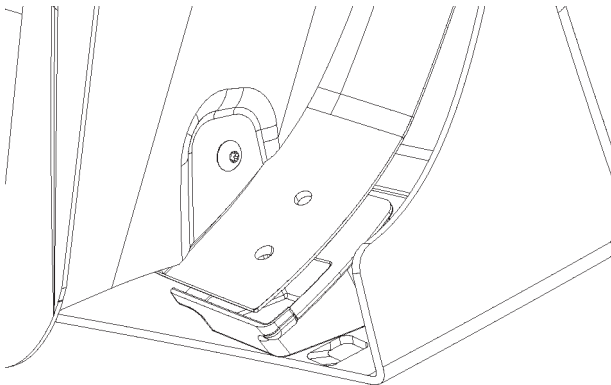

FIGURE 17
28. Insérer le support de passage de roue entre le carénage et le diffuseur. Se reporter à la Figure 17.